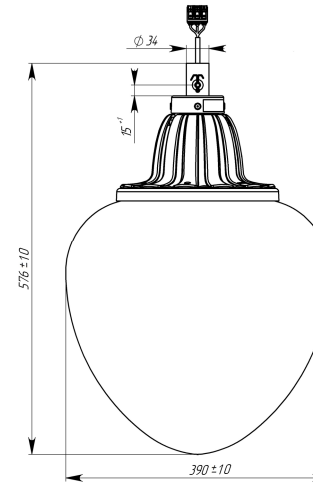

Рисунок 1
2.1 Светильники подвесные серии ЖСУ/ГСУ/РСУ09 «Капля» (рисунок 1 и 2) предназначены для функционально-декоративного освещения парков, скверов, бульваров, зон отдыха, территорий микрорайонов, коттеджных посёлков.